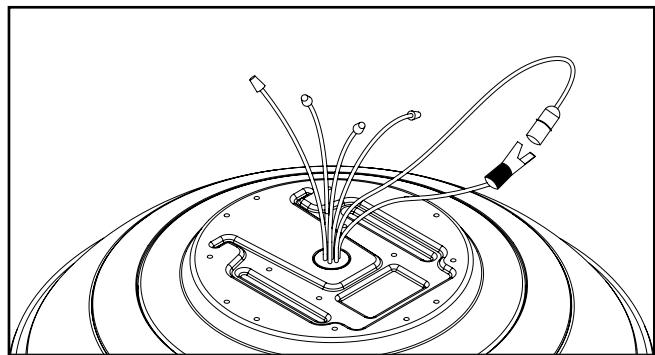

Figure 1. Image montrant le luminaire, les fils et le connecteur de pile
- Effectuez les raccords électriques d'entrée. (Figure 1)